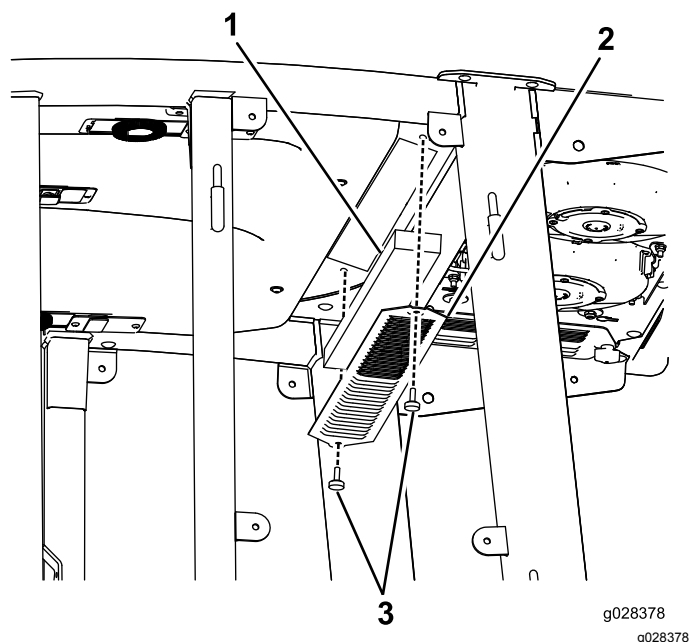
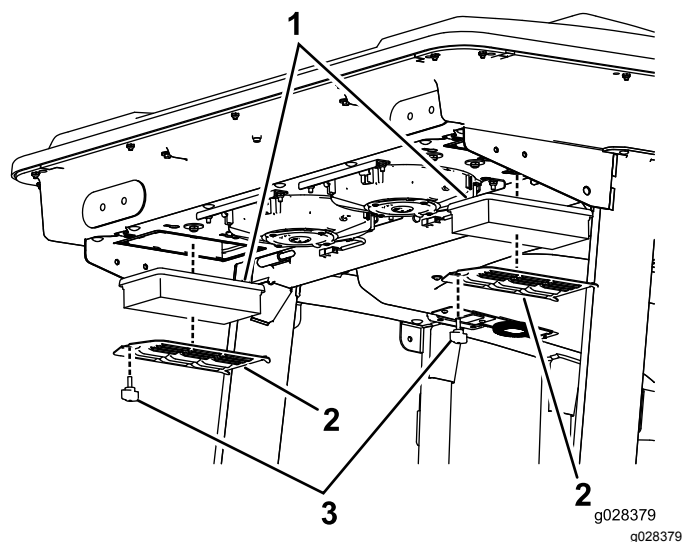
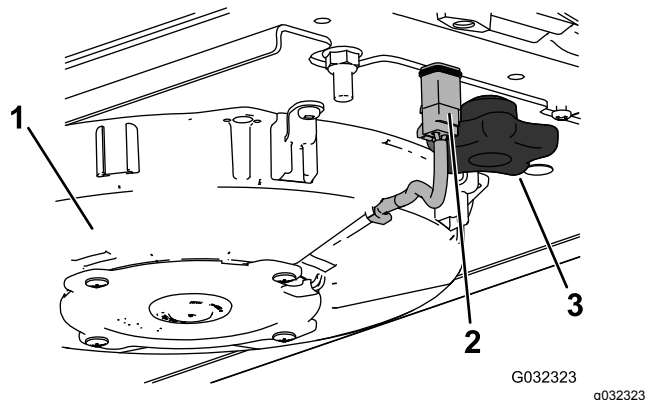
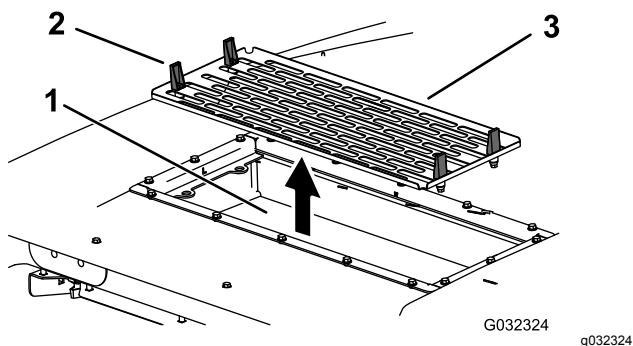

Figura 130
Figura 131
Figura 132
Figura 133
posteriore della cabina (Figura 130 e Figura 131).
4. Togliete i filtri dell'aria (vedere Figura 131).
6. Installate i filtri dell'aria, la griglia e il gruppo ventola (Figura 131, Figura 132 e Figura 133).
7. Collegate il filo per ciascuna ventola (Figura 132).